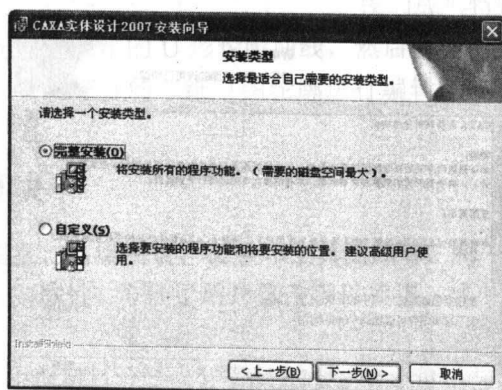

图 1-7 【安装类型】界面
(6) 单击 **下一步(N) >** 按钮进入【安装类型】界面，选中 **【完整安装】** 单选按钮，如图 1-7 所示。